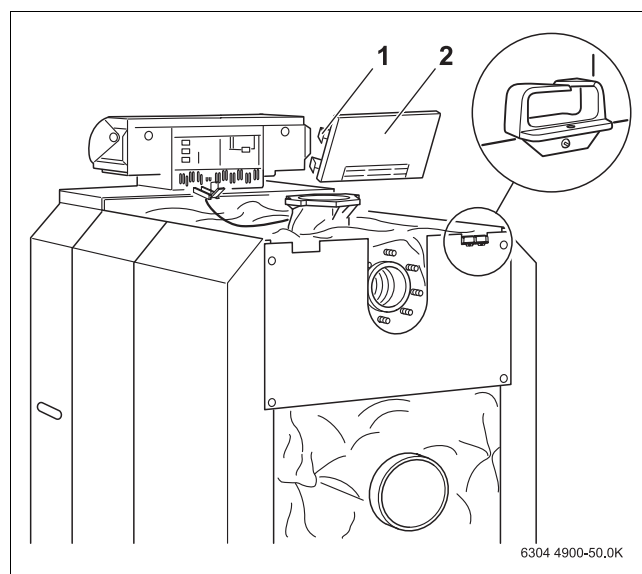

Fig. 53 Montaggio dell'elemento del pannello posteriore
- Avvitare il passaggio dei cavi (vedi ingrandimento → fig. 53) al pannello posteriore della caldaia, a sinistra e a destra.